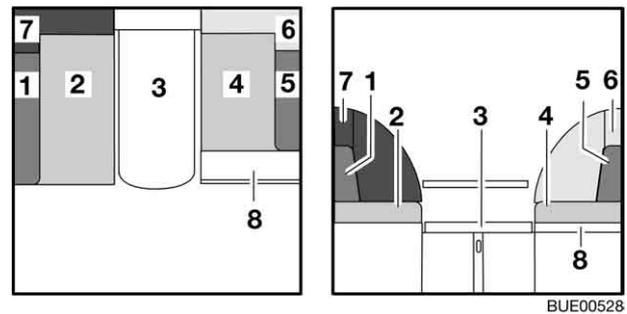

Bild 68 Während des Umbaus
- Bettkasten-Verlängerung (Bild 68,8) herausziehen.
- Die Rückenpolster (Bild 68,1, 5, 6 und 7) abnehmen und beiseite legen.